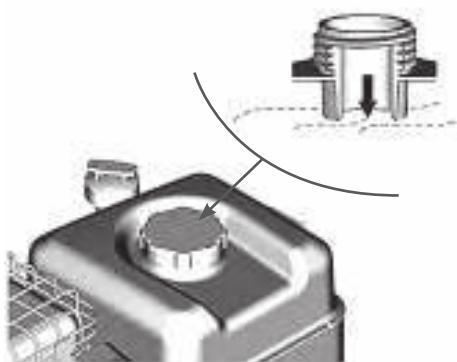

Рис. 26 Максимальный уровень топлива в топливном баке
Максимальный уровень топлива показан на Рис. 26.
- Залейте бензин в топливный бак при помощи специальной емкости или воронки до уровня, показанного на Рис. 26.